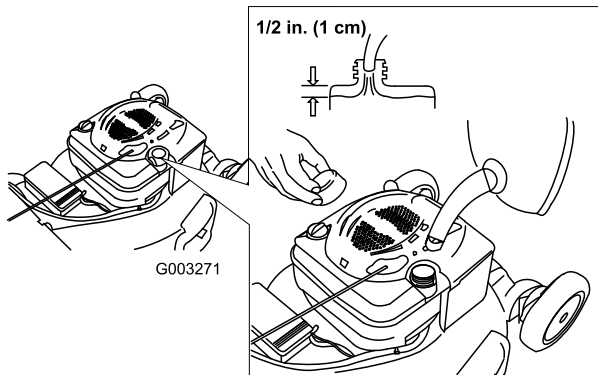

Figura 9
1. Limpie la zona alrededor del tapón del depósito de combustible y retire el tapón del depósito (Figura 9).